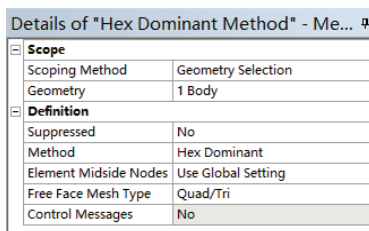

图 6-19 设置 Hex Dominant 网格划分控制方法
3) 在 Mesh 上单击右键，选择 Insert>Method，然后选择待划分的体，在细节窗口中的 Geometry 中单击 Apply 按钮，然后在 Method 中选择 Hex Dominant，如图 6-19 所示。